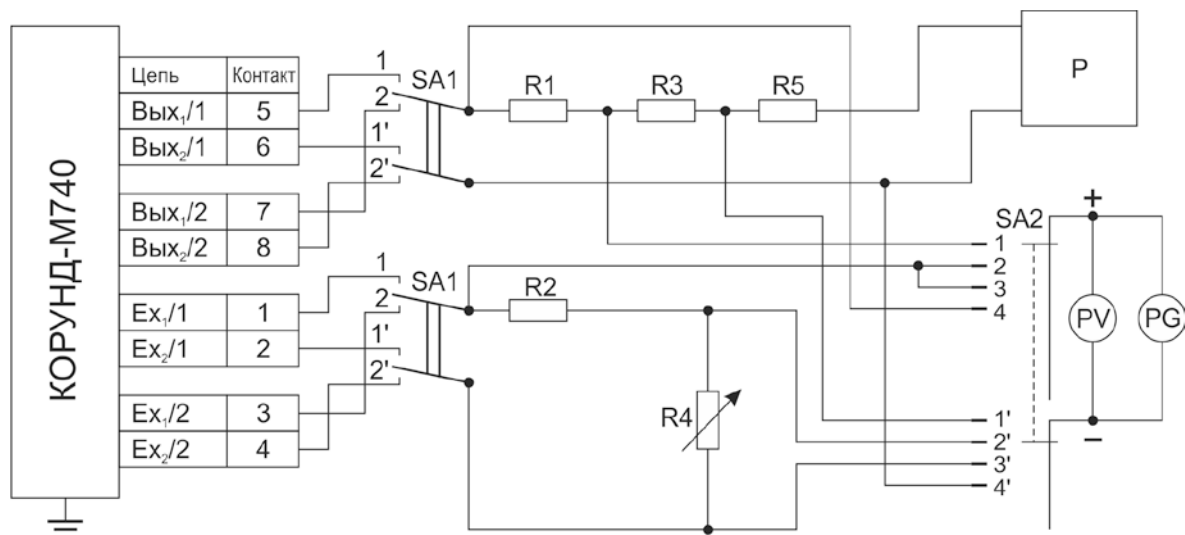

Рис.3
13.5.1. Поверяемый барьер подключить к приборам согласно схеме, представленной на рис. 3: